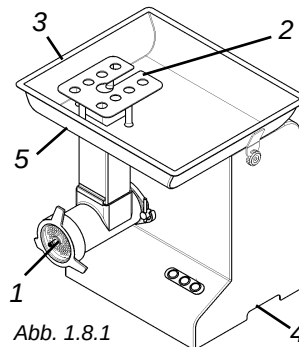

Abb. 1.8.1
Der Trichter ist mit einer Schutzvorrichtung (2) Abb.1.8.1 ausgerüstet, gemäß des